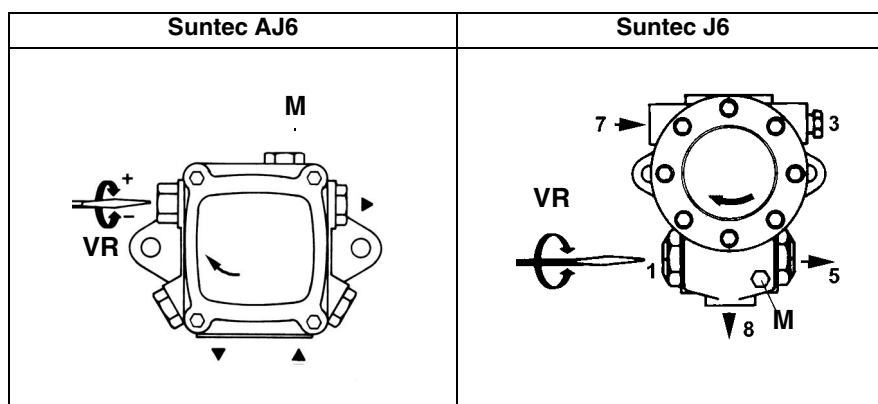

Рис. 15
- 5 выпустить воздух со штуцера манометра **M** насоса, развинтив слегка заглушку, но не снимая ее (Рис. 15);
- 3 выпустить воздух со штуцера (**M**) манометра насоса (Рис. 15), расслабив слегка заглушку, но не снимая ее; затем опустить контактор;